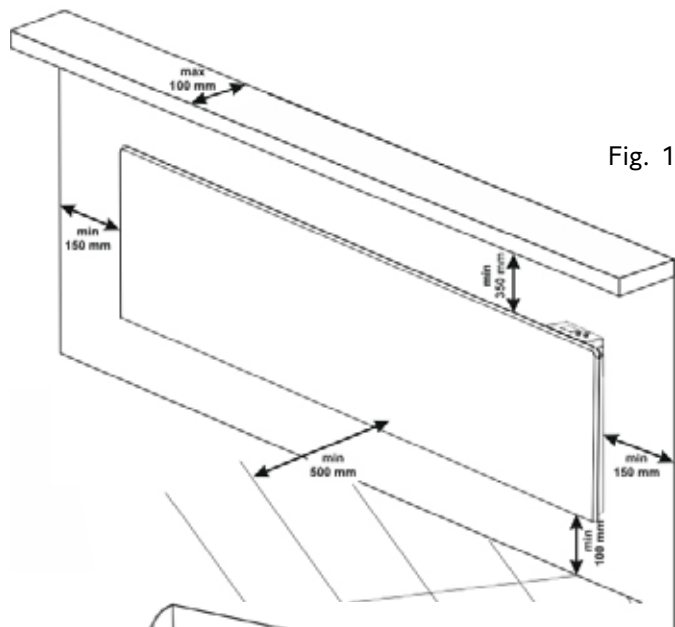
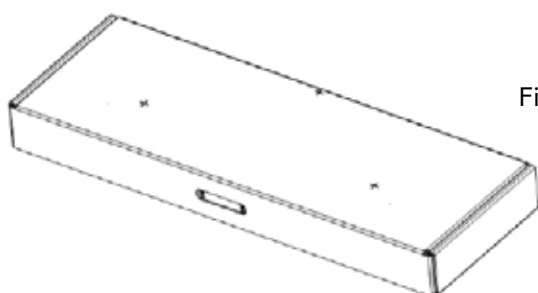
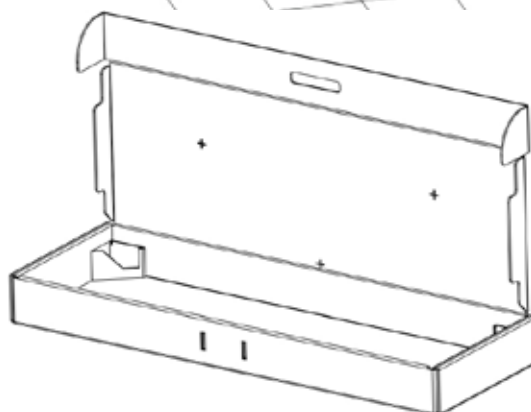

Fig. 1
Fig. 2
Fig. 3
- Vælg en placering, og afmærk de tre steder, hvor der skal bores huller. Bor derefter huller de markerede steder på væggen ved hjælp af et bor med $\varnothing 6$ mm (Fig. 1). Som en hjælp kan du bruge de afmærkede huller i emballagen, som er markeret med + (Fig. 2).
- Vælg en placering på væggen i henhold til de mål, der er vist på Fig. 1. Åbn emballagen, og hold den op mod væggen (Fig. 3). Overfør derefter de markerede huller til væggen.